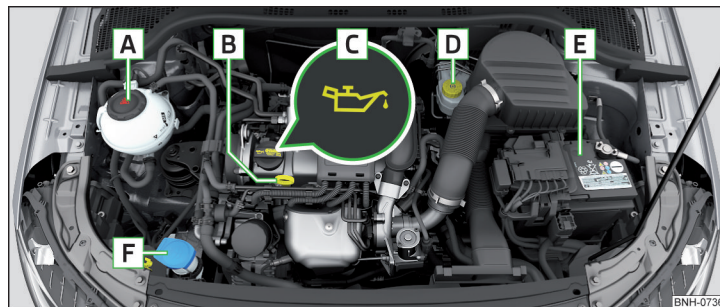

Fig. 237 Ejemplo de orden en el vano motor
- Desenrosque el tapón de la boca de llenado de aceite de motor **C** » fig. 237 de la pág. 219.